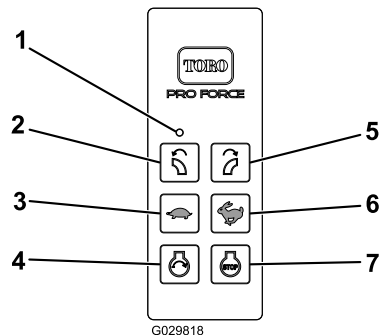

図 9
ハンドヘルドリモートと無線コントロールモジュール間の通信状態を表示します 図 9。
エンジン停止ボタンを押すとエンジンが停止します 図 9。
リモートコントロールで始動する準備を整えた後に、エンジン始動ボタンを押してエンジンを始動させます 図 9。始動手順については エンジンを動作させる \(ページ 16\) を参照してください。
吹き出し口左回転ボタンや吹き出し口右回転ボタンを使って、吹き出し口の回転方向を制御します 図 9。
- エンジン速度上昇ボタンウサギマークでエンジンの回転速度を上げることができます 図 9。